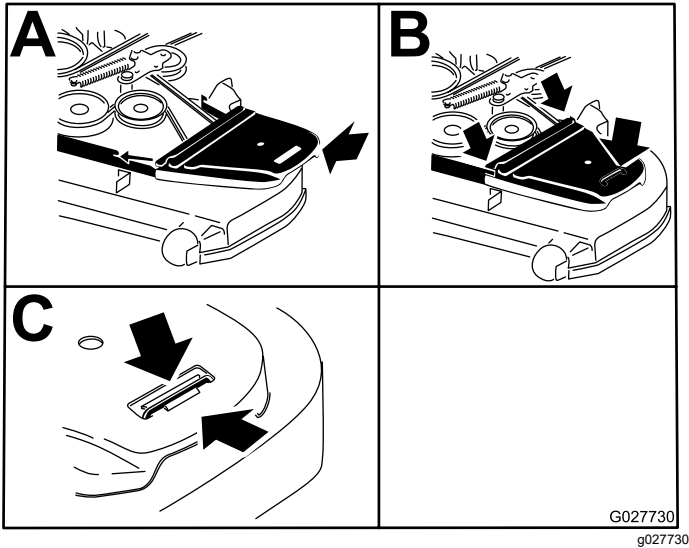

Figure 77
9. Posez les protège-courroies (Figure 77).